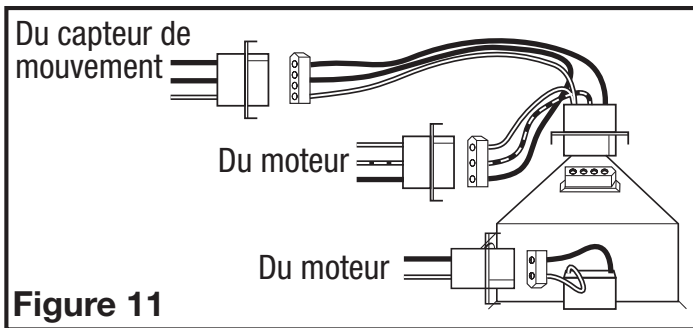

Figure 11
- 2b. **MODÈLES DÉTECTION DE MOUVEMENT:** Branchez le cordon du moteur du ventilateur à 2 broches de connexion rapide dans le connecteur situé sur le côté du couvercle du compartiment de fil. Branchez le cordon du moteur à 3 broches de connexion rapide dans le court côté du câblage inclus, dans le connecteur situé sur le dessus de la couverture du compartiment de fil. Ces cordons ne peuvent être insérés que dans un seul sens dans les connecteurs (**Figure 11**).